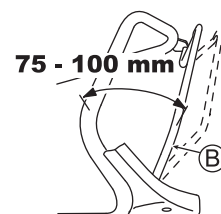

Fig. 26
Ajuste de maneira que a máquina se movimente (a embraiagem de acionamento está acoplada) quando a distância entre o manipulo da embraiagem de acionamento (B) e o guiador for de 75 - 100 mm, como mostrado na fig. 26.